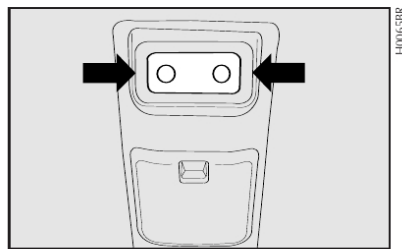

fig. 34
1) com uma chave de fenda no ponto indicado pela seta **fig. 34** remover o conjunto da luz interna montado a pressão;